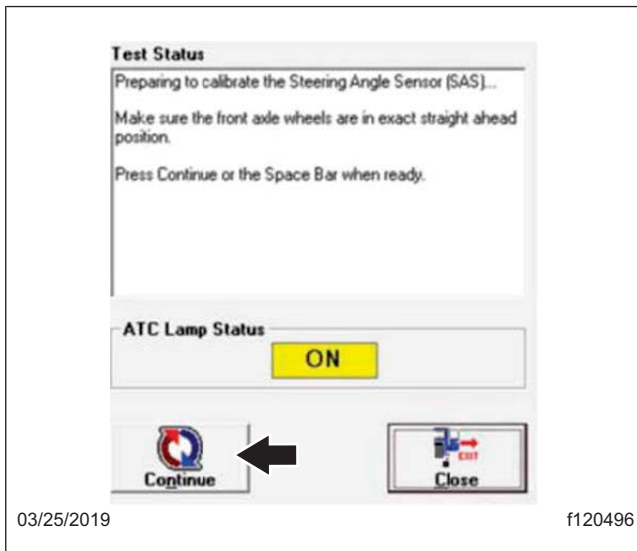

Fig. 6, État de l'essai, écran SAS 1
- Suivre les instructions indiquées dans la case de message. Reportez-vous à la figure . 6 Le logiciel indique lorsque le capteur SAS est calibré. Une fois le capteur SAS calibré, appuyez sur le bouton « Close » (Fermer) ou sur la barre d'espace pour continuer. Reportez-vous à la figure . 7